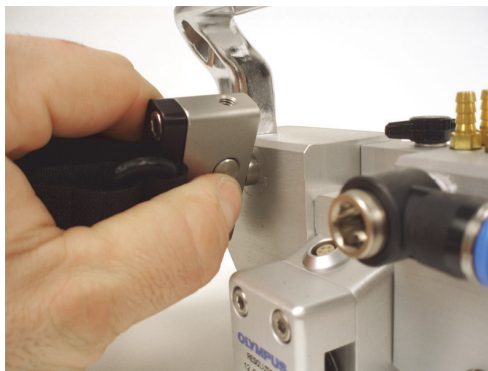

Рис. 2-8 Крепление универсального кабеля
1. Нажмите на стопорный штифт на крепежной скобе; установите скобу (монтажное отверстие) на крепление HSMT-Flex, а затем отпустите (Рис. 2-8 на стр. 42).